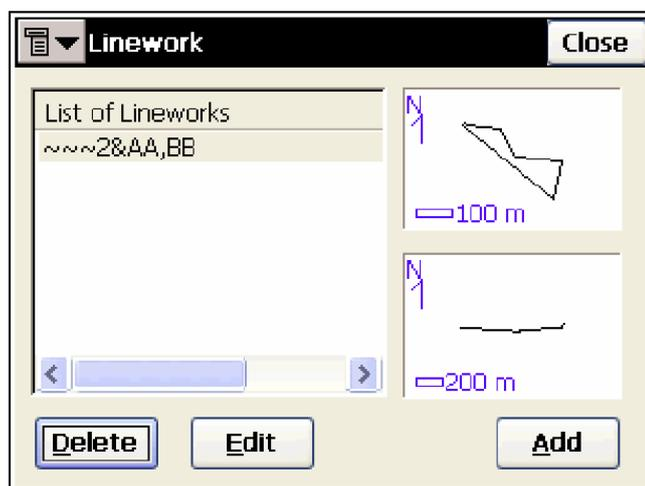

Рисунок 4-42. Редактировать линейный объект
1. Чтобы создать новый проект, в окне **Linework (Линейный объект)** нажмите кнопку **Add (Добавить)** (рис. 4-42).
2. Чтобы удалить проект из списка, нажмите **Delete (Удалить)** (рис. 4-42).